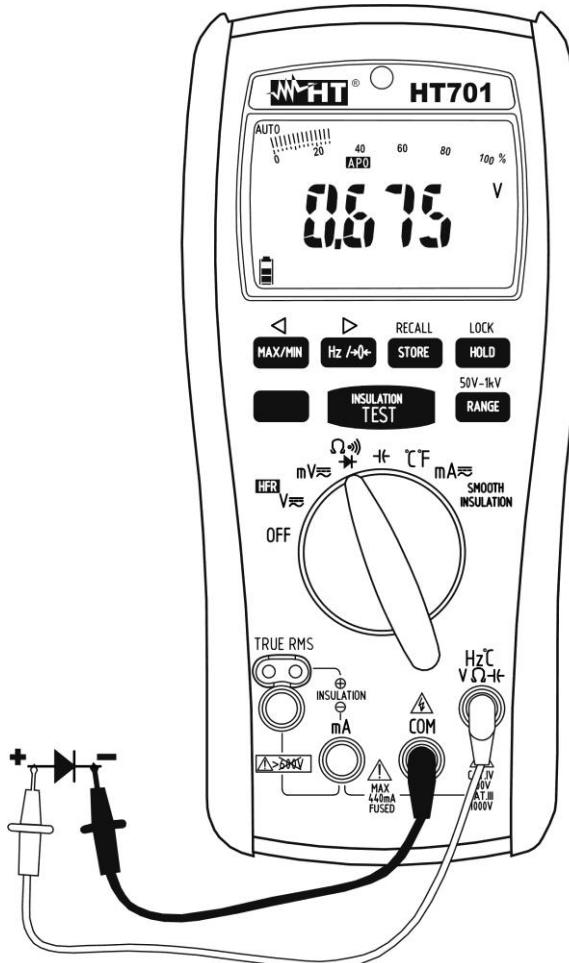

Fig. 7: Uso del instrumento para la prueba Diodos
4. Posicione las puntas en las extremos del diodo en examen respetando las polaridades indicadas (vea Fig. 7). El valor de la tensión de umbral en polarización directa se muestran el visualizador. Para una buena unión P-N el instrumento debe visualizar un valor comprendido entre 0.4 y 0.9V. Si el valor de la tensión de umbral es 0mV la unión P-N del diodo está en corto circuito
5. Si el instrumento visualiza el mensaje "OL" los terminales del diodo están invertidos respecto a lo indicado en Fig. 7 o bien la unión P-N del diodo está dañada